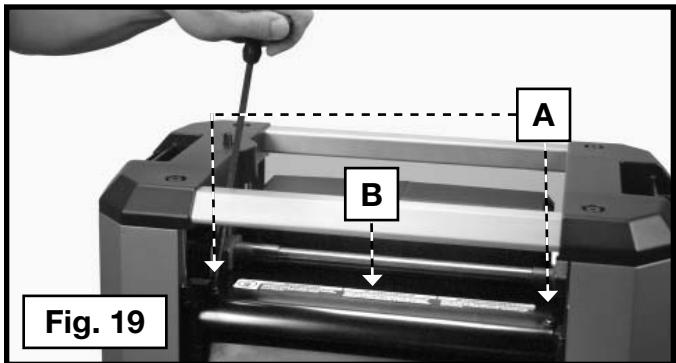

Fig. 19
1. Eleve el conjunto del cabezal (B) Fig. 19 a 102 mm (4") en "La escala y el indicador".
2. Retire los tornillos (A) Fig. 19. Hale el deflector de astillas o el accesorio de recolección de polvo, el que esté instalado, (B) en forma recta hacia fuera.